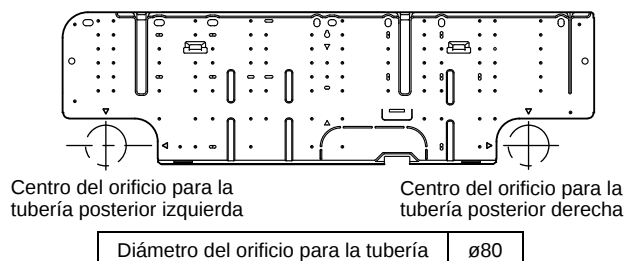

Fig. 3-15
- (1) Extraiga el panel posterior de la unidad interior y colóquelo en la pared en la ubicación seleccionada. Fije el panel posterior y enganche la unidad en la pared de forma temporal. Asegúrese de que la unidad está de forma horizontal utilizando un nivelador de carpintero o una cinta de medir para medir hacia abajo desde el techo.
- (2) Determine la muesca del panel posterior que se debería utilizar. (Fig. 3-15)